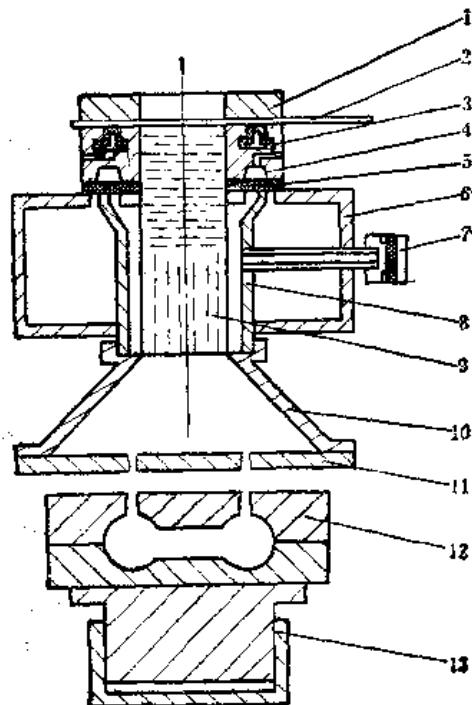
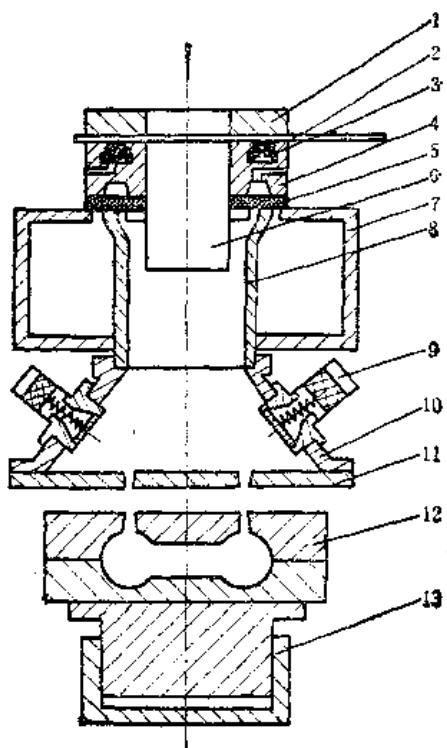

图3-1-2 射砂机构示意图
图3-1-3 改进后射砂机构示意图
射芯机的种类很多，但不管哪种射芯机都有射砂机构，其结构特点如图3-1-2。
砂机构作了如下的改进（见图3-1-3）。
② 取消原来的快速排气阀7（见图3-1-2），在射头上安装新设计的排气阀9（见图3-1-3），射完砂后，射腔里的压缩空气透过砂层从排气阀9排出。采用此排气阀后排气噪声大大降低，同时也消除了排气带砂。改进后，排气时间虽然延长2~3 s，但此时间包括在硬化时间之内，对热芯盒讲，没有增加制芯周期。